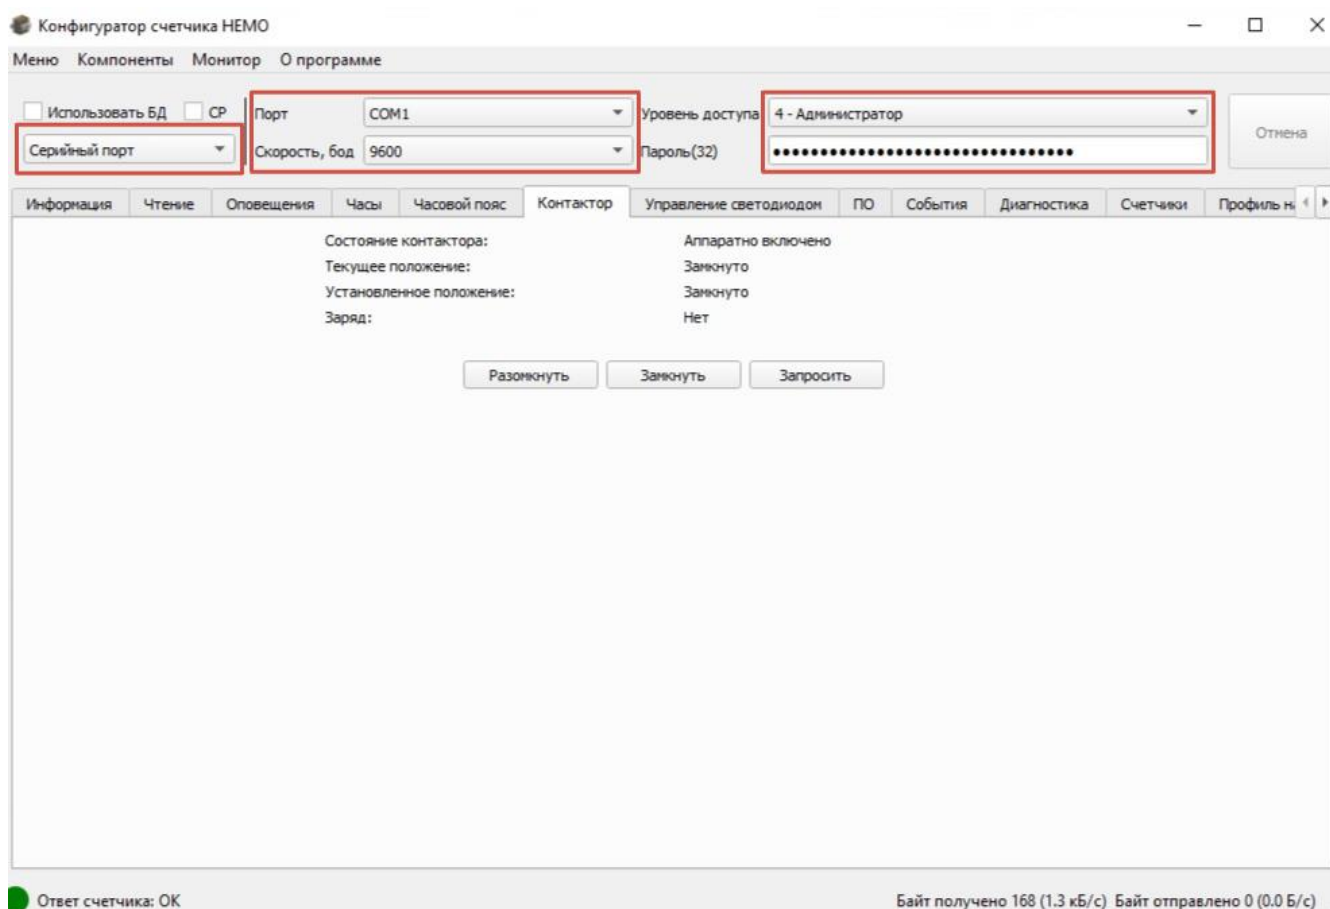

Рисунок 24
- Выбрать тип коммуникации - Серийный порт (выпадающий список в верхнем левом углу) см. Рисунок 24.